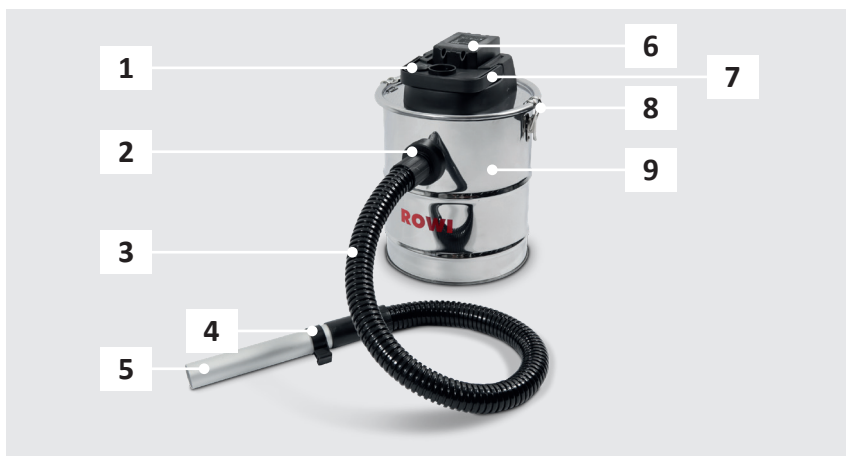

Abb.1: Geräteübersicht
2. Setzen Sie anschliessend den Behälterdeckel wieder auf und verschliessen Sie diesen mit den seitlich angebrachten Spannverschlusshaaken (siehe Abb. 1, Nr. 8)
3. Stecken Sie das Ende des Saugschlauches (siehe Abb. 1, Nr. 2) in die Ansaugöffnung.
4. Anschließend stecken Sie das Saugrohr (siehe Abb. 1, Nr. 5) auf den Saugschlauch (siehe Abb. 1, Nr. 3).
5. Lassen Sie den Akku auf dem Deckel des Aschesaugers einrasten (siehe Abb. 1, Nr. 6). Um den Akku zu entnehmen müssen Sie die rote Taste am Akku drücken und den Akku herausziehen.
2. Starten Sie das Gerät, indem Sie den **Ein- /Ausschalter** (Siehe Abb. 1, Nr. 1) nach unten drücken.
1. Betätigen Sie den **Ein-/Ausschalter** (siehe Abb. 1, Nr. 1) erneut, dass der Knopf wieder herauskommt.